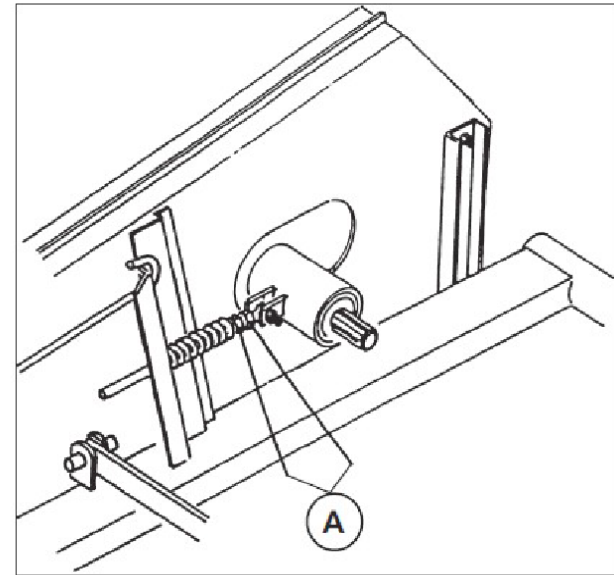
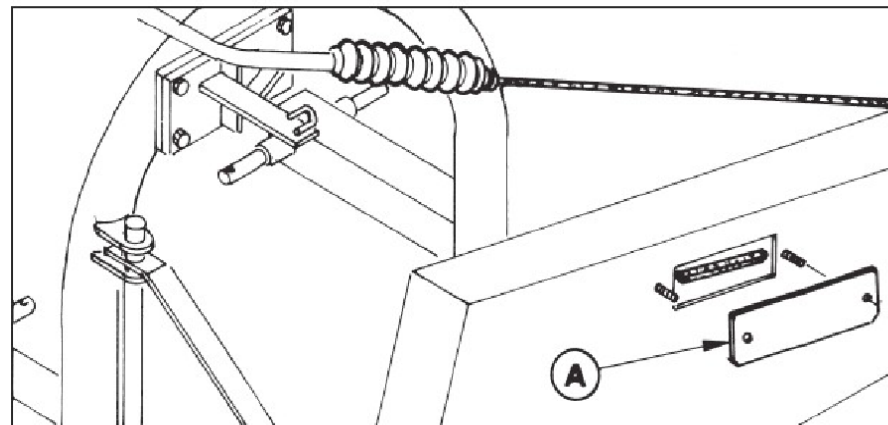

FIG. 5.2
FIG. 5.3
Controllare periodicamente la tensione delle cinghie tramite la finestrella (A) (Fig. 5.3) riportata nel carter di protezione. Se necessario agire sul dado e controdado (A) (Fig. 5.2).
Check periodically belt tension. Unscrew small window opening on protection guard ("A" Fig. 5.3). If necessary tighten belt using nut and conernut "A" (Figure 5.2).
Controlar periódicamente la tensión de las correas a través de la ventanilla (A) (Fig. 5.3) del cárter de protección. En caso necesario, regular la tuerca y la contratuerca (A) (Fig. 5.2).
Contrôler périodiquement la tension des courroies à travers le hublot (A) (Fig. 5.3) qui se trouve sur le carter de protection. Si nécessaire, agir sur l'écrou et le contre-écrou (A) (Fig. 5.2).